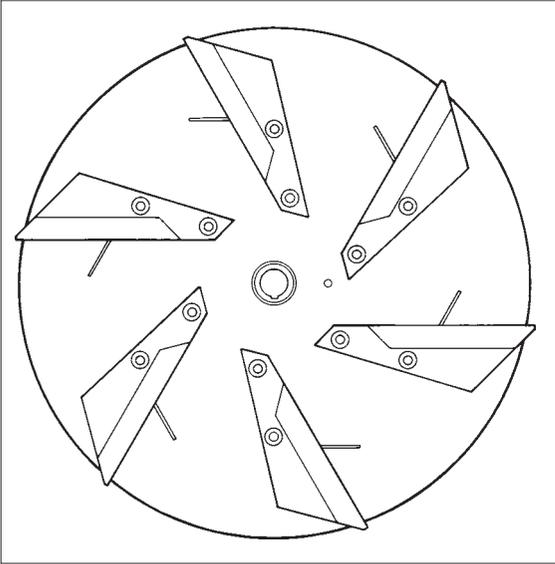
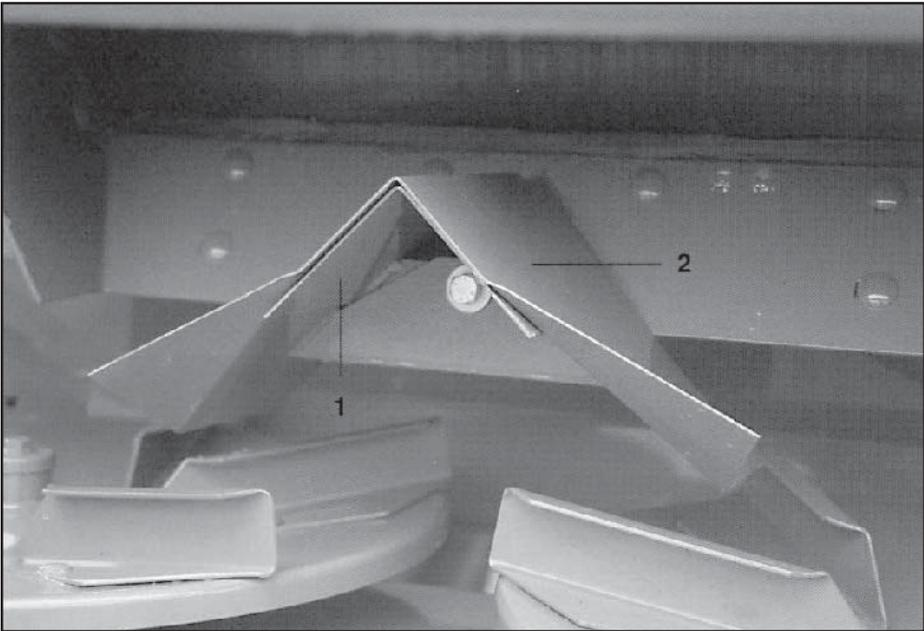

Fig. 7.3
Fig. 7.4
Alle Großflächenstreuer sind mit einer fest montierten Dachrutsche (Fig. 7.4/1) zum Streuen erdfeuchter Grunddünger mit ZG-B Streuscheiben (Fig. 7.3) ausgerüstet.
Zum Streuen granulierter Dünger mit ZG-B Streuscheiben (Fig. 7.3) ist die Montage der Zusatz-Dachrutsche (Fig. 7.4/2) erforderlich, um den Aufgabepunkt des Düngemittels auf den Streuscheiben zu optimieren. Die Zusatz-Dachrutsche wird einfach über der fest montierten Dachrutsche (Fig. 7.4/1) angeschraubt.
Zum Streuen großer Mengen Carbo-Kalk mit Carbo-Kalk Streuscheiben (Fig. 7.5) sind zwei Streuscheibeneinfassungen (Fig. 7.6/1) und ein Leitblech (Fig. 7.7/1) zu montieren. Zusatz-Dachrutsche (Fig. 7.4/2) zuvor entfernen.
- Zusatz-Dachrutsche (Fig. 7.4/2, falls vorhanden) entfernen.